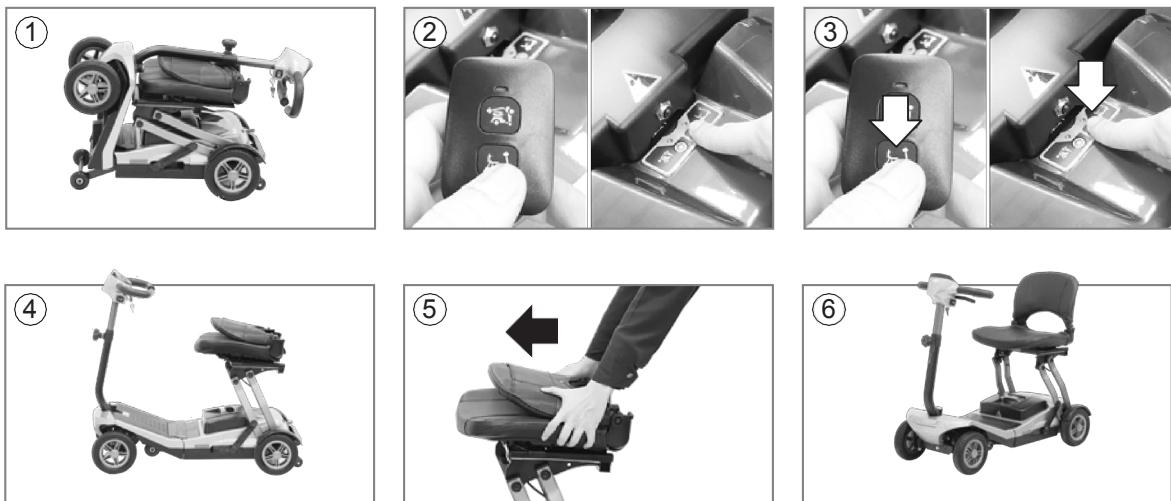

Figura 26
**Como abrir a scooter (Figura 26):**